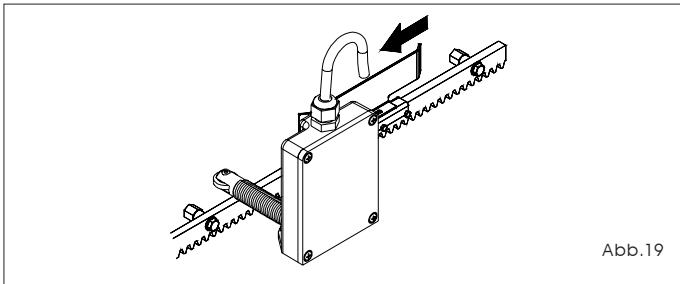

Abb.19
6) Die im Punkt 4 und 5 angegebenen Arbeitsvorgänge sind für den Endschalter für den Schließvorgang zu wiederholen, Abb. 19.